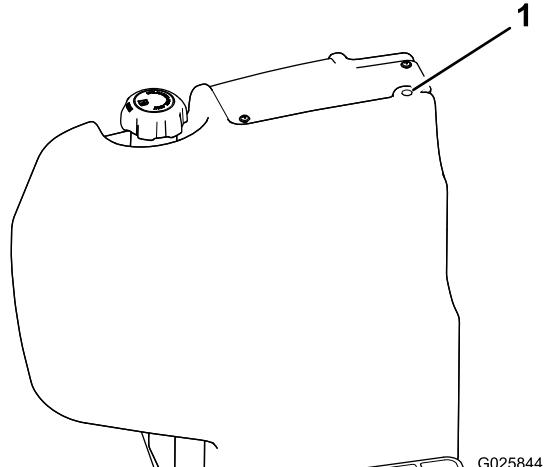

Figura 1
- Localice el saliente del respiradero en la parte superior del depósito de combustible (Figura 1). Perfore un taladro de 17/32 pulgada de diámetro en el centro del saliente.